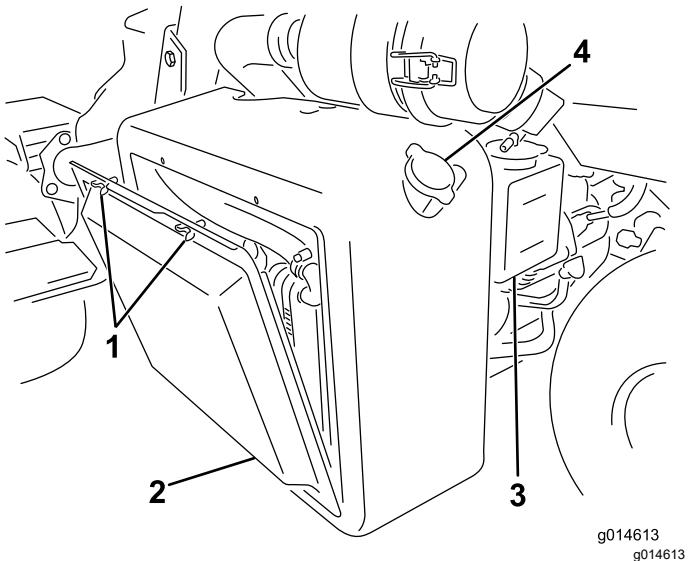
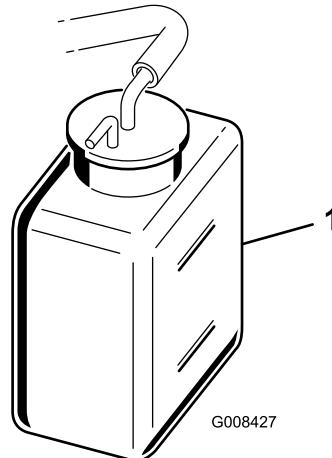

Рисунок 41
Рисунок 42
- Снимите решетку радиатора (Рисунок 41).
2. Проверьте уровень охлаждающей жидкости (Рисунок 41 и Рисунок 42).